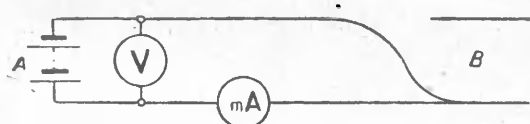

Рис. 176. К задаче 7.
7. Между пунктами А и В протянута двухпроводная линия связи сопротивлением 800 *ом*. Расстояние от А до В 10 *км*. Определить, на каком расстоянии от А произошло замыкание линии (рис. 176), если вольтметр показывает 10 *в*, а миллиамперметр 40 *ма*? (Ответ: ~3,3 *км*.)